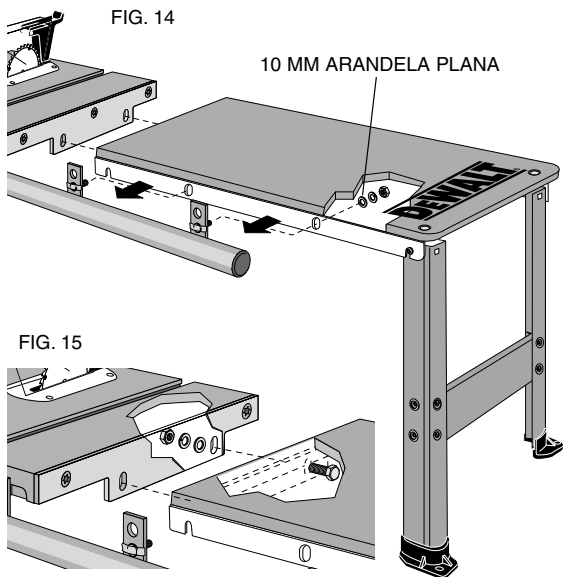

FIG. 15
Asegure el lado de la mesa de rieles de 52" (1.32m) a los soportes delanteros del riel usando los dos pernos de carruaje M8 x 20, las arandelas planas de 10mm, arandelas de seguridad de 8mm y tuercas. Apriete a mano. Fije la mesa del riel de 52" (1.32m) al puntal de soporte (Fig. 15) usando los pernos M10 x 25mm. Asegure cada perno con una arandela plana, arandela de seguridad y tuerca. Apriete al llegue solamente.
PASO 22. Alinee en paralelo la mesa del riel de 52" (1.32m) a la mesa de aserrar. La mesa deberá estar nivelada con la superficie superior de la mesa de aserrar. Para la orilla más cercana a la mesa de aserrar use una regla o la cara de la guía para extender la superficie de la mesa de aserrar sobre la mesa del riel. Para alinear las mesas, golpee suavemente sobre la mesa del riel usando un martillo suave o un bloque de madera hasta que estén niveladas. Apriete los herrajes M10 a través del puntal de soporte (Fig. 15). Usando los herrajes de ajuste en la parte superior del juego de patas (Fig. 5) ajuste la mesa del riel, a lo largo, midiendo contra el riel delantero (Fig. 13). Una vez nivelado, el frente y atrás, apriete los herrajes de ajuste, los tornillos M8 de cabeza en la parte superior de las patas y los pernos de carruaje M8 x 20 a través de los soportes del riel delantero.